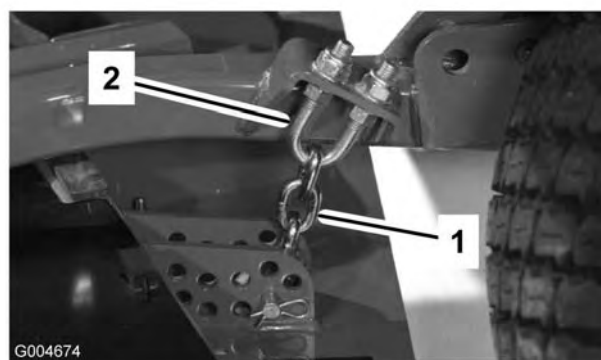

Figura 82
1. Afloje las contratueras de la parte superior o inferior del perno en U de la cadena de altura de corte (Figura 82).